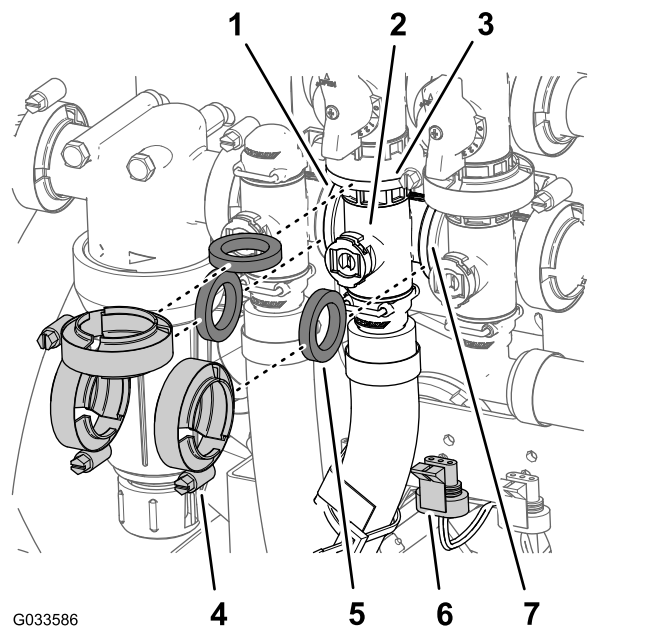

Bild 115
- Entfernen Sie die drei Flanschklemmen und drei Dichtungen, mit denen der Verteiler für das Rührwerkventil (**Bild 115**) am Rührwerksicherheitsventil, Dosierungsregelventil und Hauptauslegerventil befestigt ist.